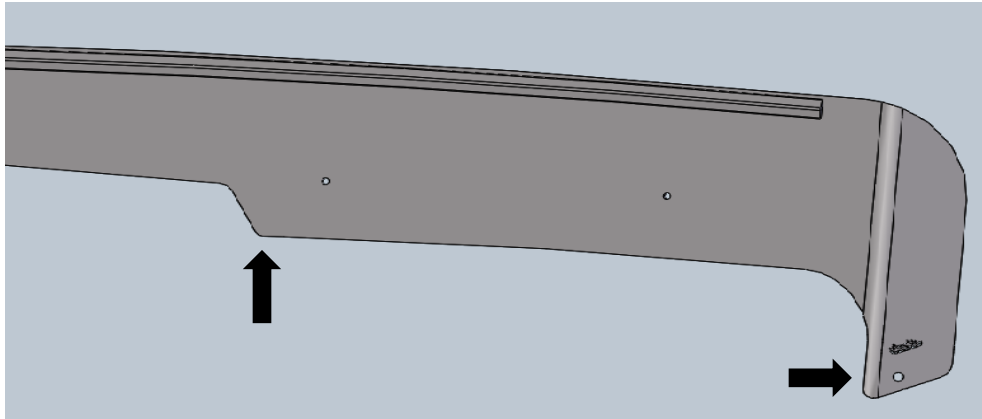

Figura 1: Instalación del Moldura de borde de hule (Lado del piloto mostrado)
32. Instale la moldura de borde de hule de 2 piezas al borde inferior del deflector de insectos entre las dos flechas tal como se muestra en la Figura 1.